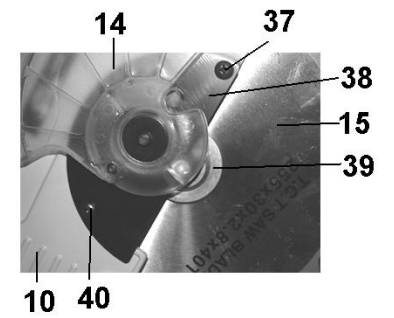

Рис. 3
Для снятия пильного диска (15) переведите защитный кожух (14) в верхнее положение, выкрутите винт (37) и ослабьте винт (40), Рис.3.
Переведите защитный кожух (14) в верхнее положение так, чтобы открыть полный доступ к пильному диску (15), Рис.3.